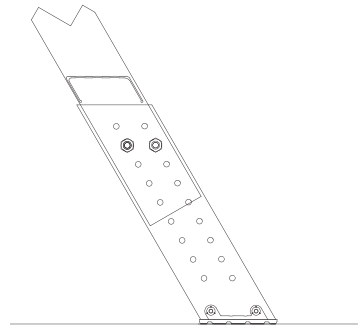

FIGURA 14
E. Deslice el tacón de aluminio sobre el riel como se muestra en la Figura 14. Posiciónelo de modo que el tacón plástico esté en contacto con el suelo. Alinee el más cercano conjunto de agujeros con los agujeros perforados en el riel. Sujételo usando (2) tornillos de ¼" y tuercas dentadas por cada lado (incluidas).